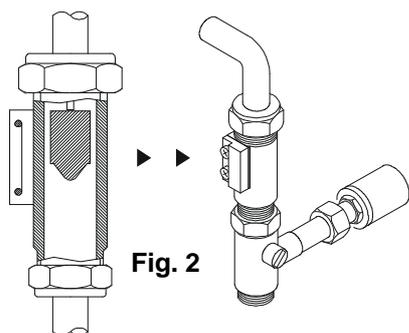
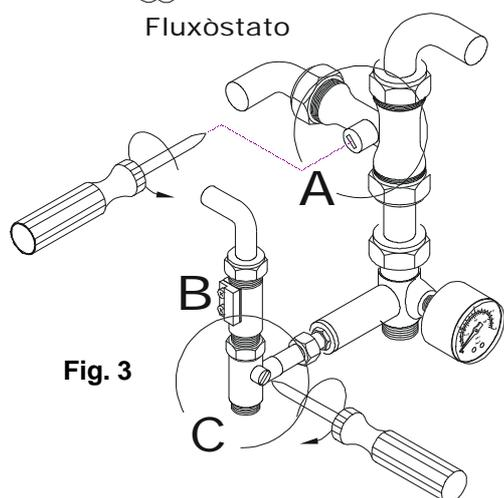

Fig. 2
Fig. 3
En la conexión del fluxostato a la entrada del agua fría de la caldera se ha predispuesto un limitador de caudal regulable mediante el tornillo correspondiente (véase fig. 3, ref. C), girando el cual se puede obtener el caudal del agua sanitaria en base a la potencialidad de la caldera.
Dispositivo de precedencia de agua sanitaria montado en las calderas con producción instantánea de agua sanitaria (véase fig.2 y ref.B-fig.3). Permite la conversión a la fase sanitaria con una demanda mínima de 2 L/min. de agua sanitaria, explotando un principio electromagnético con conmutación eléctrica mediante relé. El material plástico ZYTEL 101L es homologado, con características atóxicas y no es atacable por la dureza del agua. Además, antes del fluxostato y a la entrada del agua fría ha sido montado un filtro para eliminar las impurezas del agua. Estas características permiten al fluxostato un alto grado de funcionamiento.
- Para la regulación del bypass proceder de la siguiente manera (véase fig. 3, ref. A): Colocar un destornillador sobre el tornillo de plástico del bypass, teniendo en cuenta que la ranura del tornillo situada en posición horizontal corresponde a la apertura total del bypass y por consiguiente al paso completo del agua, mientras que en posición vertical corresponde al cierre total. Para abrir el paso de modo parcial, servirse del tornillo de regulación.